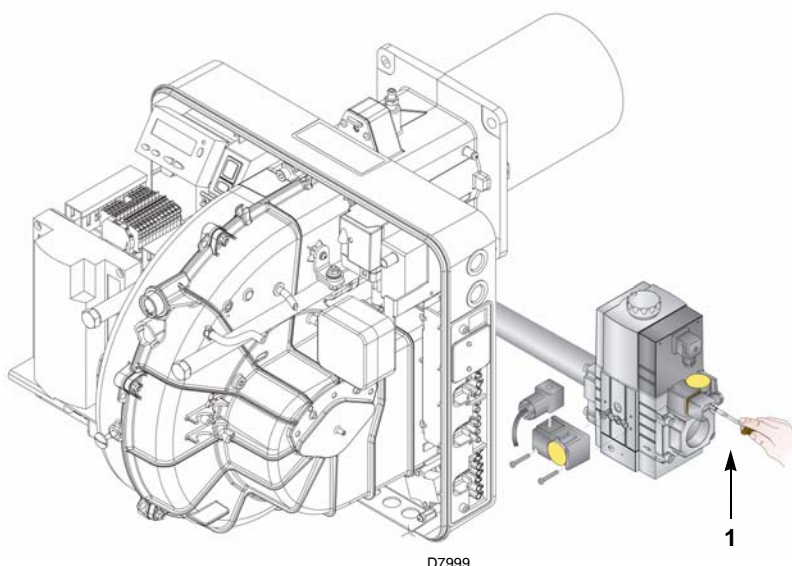

Fig. 26
- Contrôler la pression d'alimentation du gaz en raccordant un manomètre sur la prise de pression 1)(Fig. 26) du pressostat gaz minimum: elle doit être inférieure à la pression maximale admise pour la rampe gaz qui est indiquée sur la plaque des caractéristiques.
- Purger l'air des tubes de la rampe gaz, en raccordant un tube en plastique sur la prise de pression 1)(Fig. 26) du pressostat gaz minimum. Porter le tube de purge à l'extérieur de l'édifice jusqu'à sentir l'odeur du gaz.